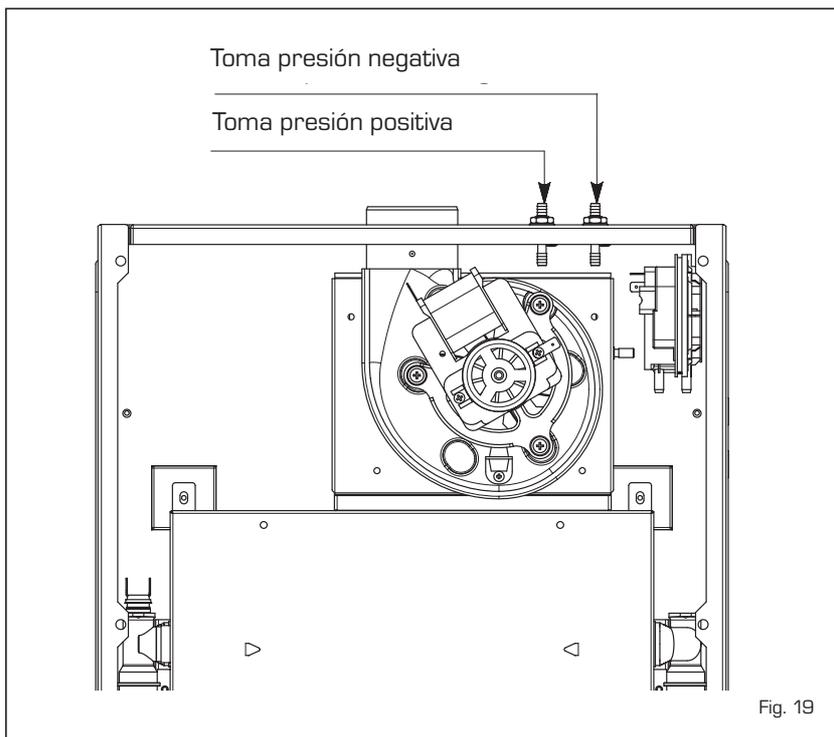

Fig. 19
- Desconectar el manómetro de la válvula gas y conectar las tomas del presóstato como indicado en la fig. 19.